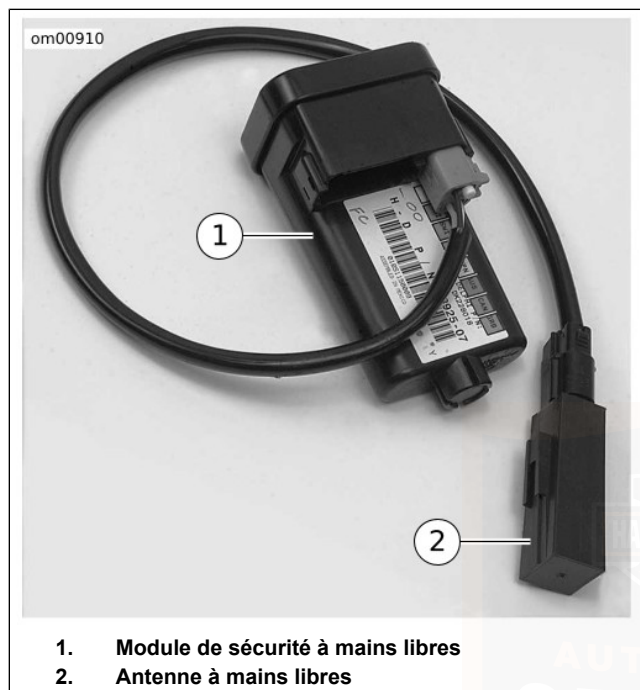

Figure 36. Module de sécurité avec antenne
Voir Figure 36. Le système de sécurité Smart de Harley-Davidson (H-DSSS) inclut un module de sécurité à mains libres (HFSM) (1) et une antenne à mains libres (2) montés sur la moto, et un porte-clés à mains libres **conservé** par le conducteur/passager.